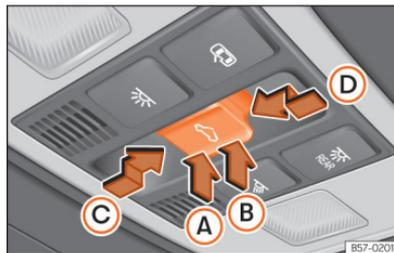

Abb. 66 Im Dachhimmel: Bedienelement für Panorama-Schiebedach.
Der Taster (Abb. 66) hat zwei Stufen.
• Innerhalb von etwa 5 Sekunden nach der Aktivierung des Einklemmschutzes, drücken Sie die Taste ⇐ >>> [Abb. 66] bis zur zweiten Stufe in Pfeilrichtung ① bis das Dach vollständig schließt.